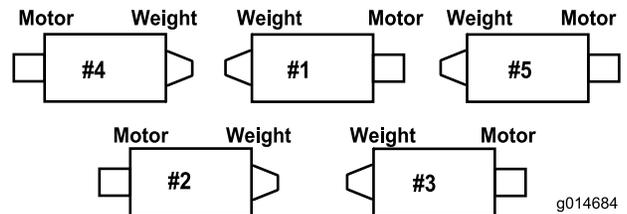
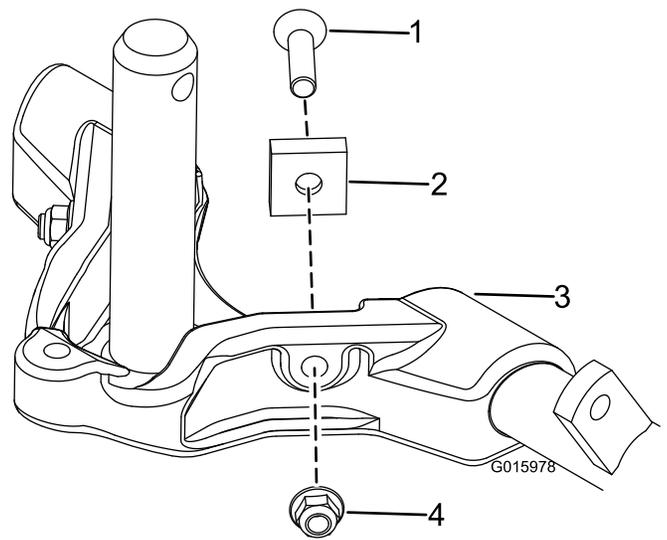

Bild 11
Bild 13
6. Nur Mähwerke (68 cm): Erhöhen Sie die Lenkung an den Heckmähwerken, indem Sie die zwei Gelenkdistanzstücke, Sechskantschrauben und Bundmutter (Bild 13) von den Trägerrahmen der Heckmähwerke (Nr. 2 und Nr. 3) entfernen (Bild 11).